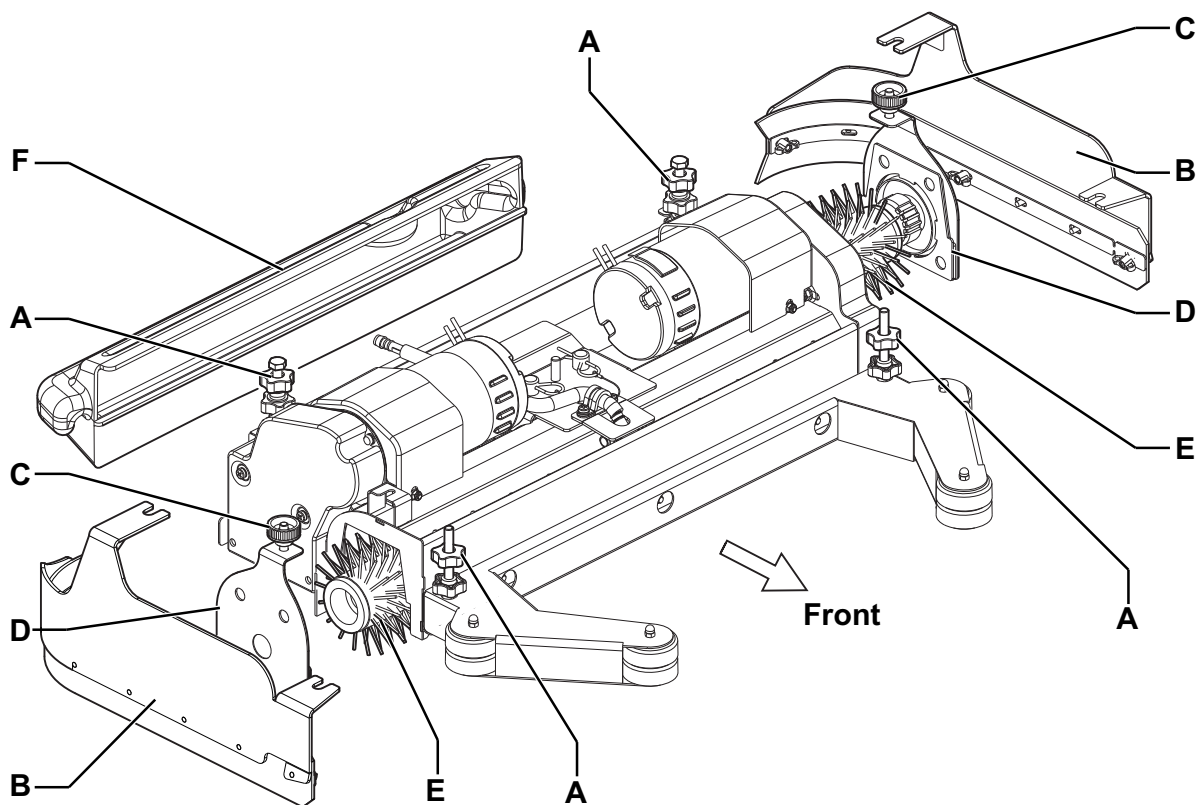

Abbildung 2
1. Zündschlüssel (58) einstecken und in Stellung I drehen.
*Vor Betätigung des Schalters (63) stets überprüfen, ob sich keine Fremdkörper zwischen Bürstenkopf (28) und Gerät befinden, die das Anheben des Bürstenkopfs behindern könnten.*
2. Den Kopf durch Drücken des Schalters (63) heben.
3. Zündschlüssel (58) in Stellung 0 drehen und abziehen.
4. Auf beiden Geräteseiten Knöpfe (A, Abb. 2) lösen und die seitlichen Schmutzfangklappenaggregate (B) entfernen.
5. Knöpfe (C) aufdrehen und Klappen (D) durch Herunterdrücken der Knöpfe entfernen.
6. Zylinderbürsten (E) einbauen oder Bürsten zur Montage der neuen Bürsten entfernen.